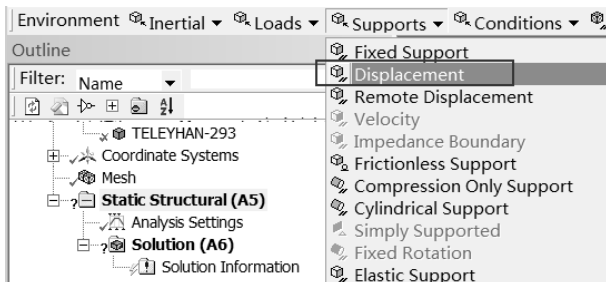

图 5-102 添加固定约束
Step2 :选择 Environment 工具栏中的 Supports (约束) Displacement (位移约束) 命令 ,此时在分析树中会出现 Displacement 选项 ,如图 5-102 所示。